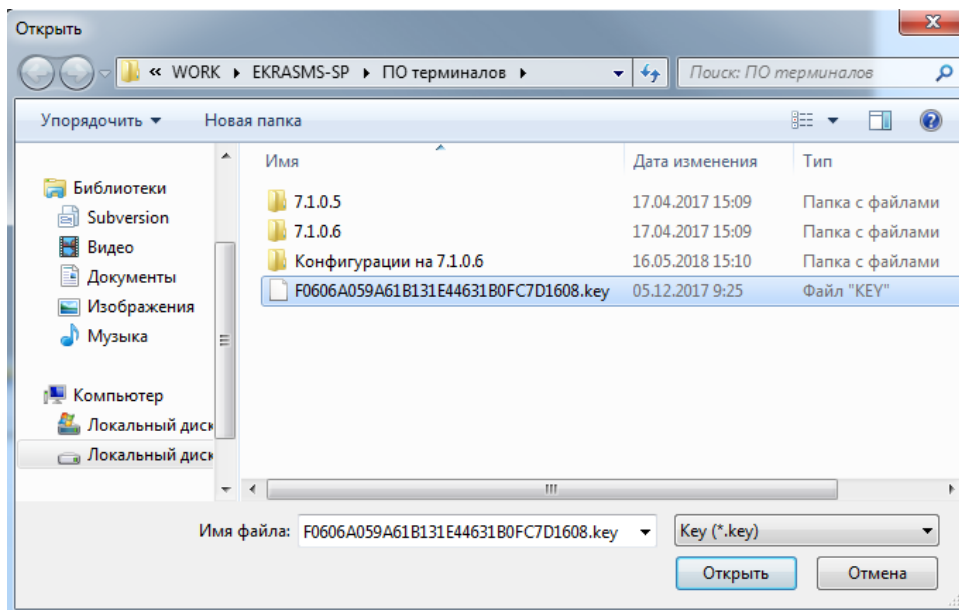

Рисунок 4.5
4.1.1.7 После сохранения ключа нажатием кнопки **Сохранить** необходимо открыть файл активации нажатием кнопки **Указать ключ активации** (см. рисунок 4.5).